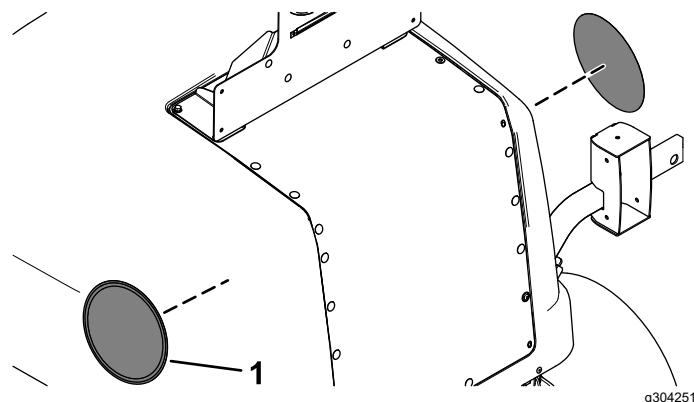

Bild 34
14. Bringen Sie den entsprechenden Geschwindigkeitsaufkleber auf jeder Seite der Haube an (Bild 34).